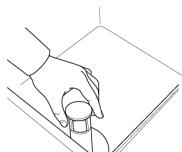

Fig.26
- Aprire la porta e verificare che tutti i componenti interni, incluso il troppieno, siano nella giusta sede. (Fig.26)